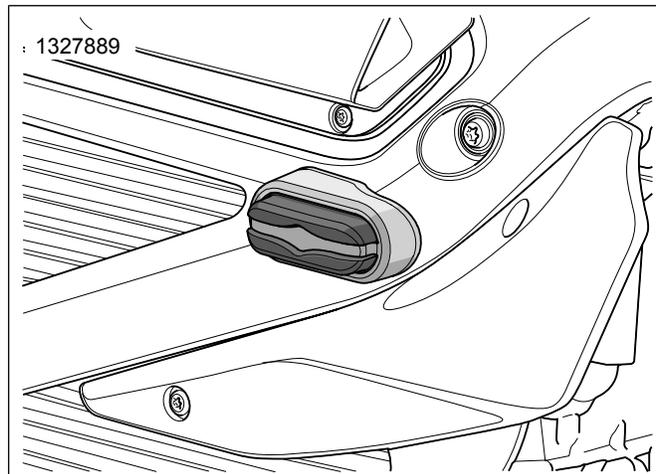

Figure 3. Protecteur de cadre posé
2. Voir la figure 3. Avec le film de protection de l'adhésif en place, positionner le protecteur sur le cadre de manière à ce que le protecteur soit en contact sur son pourtour et épouse le contour du cadre.